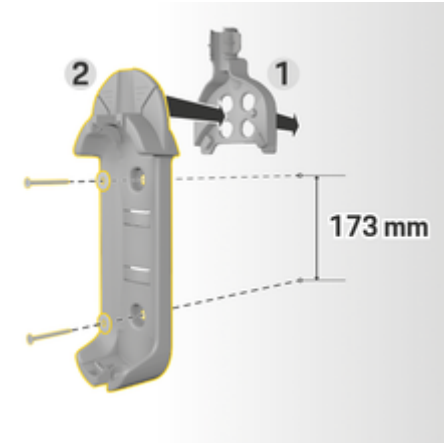

Fig. 23: Cotes de perçage
3. Enfoncez la base du support mural **2** (Fig. 23) dans le guide-câble **1** (Fig. 23) par l'avant.